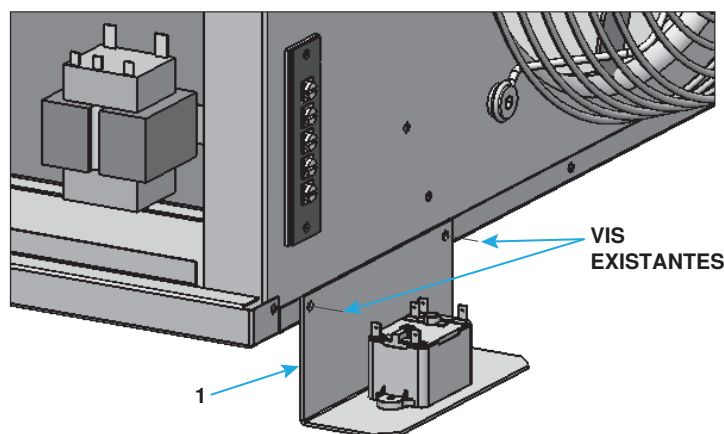

Figure 3. Installation de relais—modèle EUH (reportez-vous au Tableau 1)
a. Pour le modèle de chauffage électrique EUH (voir Figure 3) :
- (1) À l'arrière du radiateur, enlevez et gardez les vis du bord inférieur de l'armoire.
- (2) Fixez l'ensemble de relais (1) tel qu'indiqué à l'aide des vis existantes.